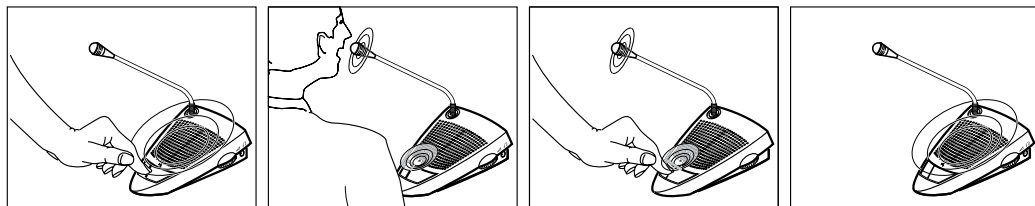

Fig.11
Premendo il tasto microfono (15) su un'unità del "presidente", si attiva sempre il microfono del "presidente", indipendentemente dalla posizione del SELETTORE MODALITÀ MICROFONO dell'unità centrale (fig.11).
Note: Chairman units don't switch off automatically (fig.11).